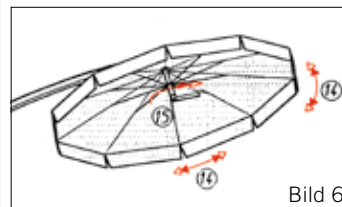

Bild 6
(Bild 6)
- **Vor dem Schliessen des Schirmes, das Kugelgelenk ganz lösen** (3 Rückdrehungen des Innenstocks (15) (Bild 6) im Gegenuhrzeigersinn, Sicherheitsverriegelung wird gelöst).
- **Vor dem Schliessen des Schirmes Kugelgelenk ein wenig lösen** (½ Rückdrehung des Innenstockes (15) (Bild 6), Sicherheitsverriegelung bleibt im Eingriff).